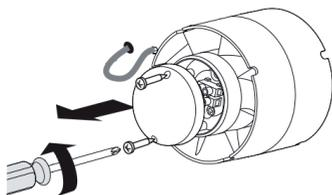

Bild 2
3. För att kunna ansluta till elnätet: Ta av locket genom att lossa de båda skruvarna. (Bild 2).